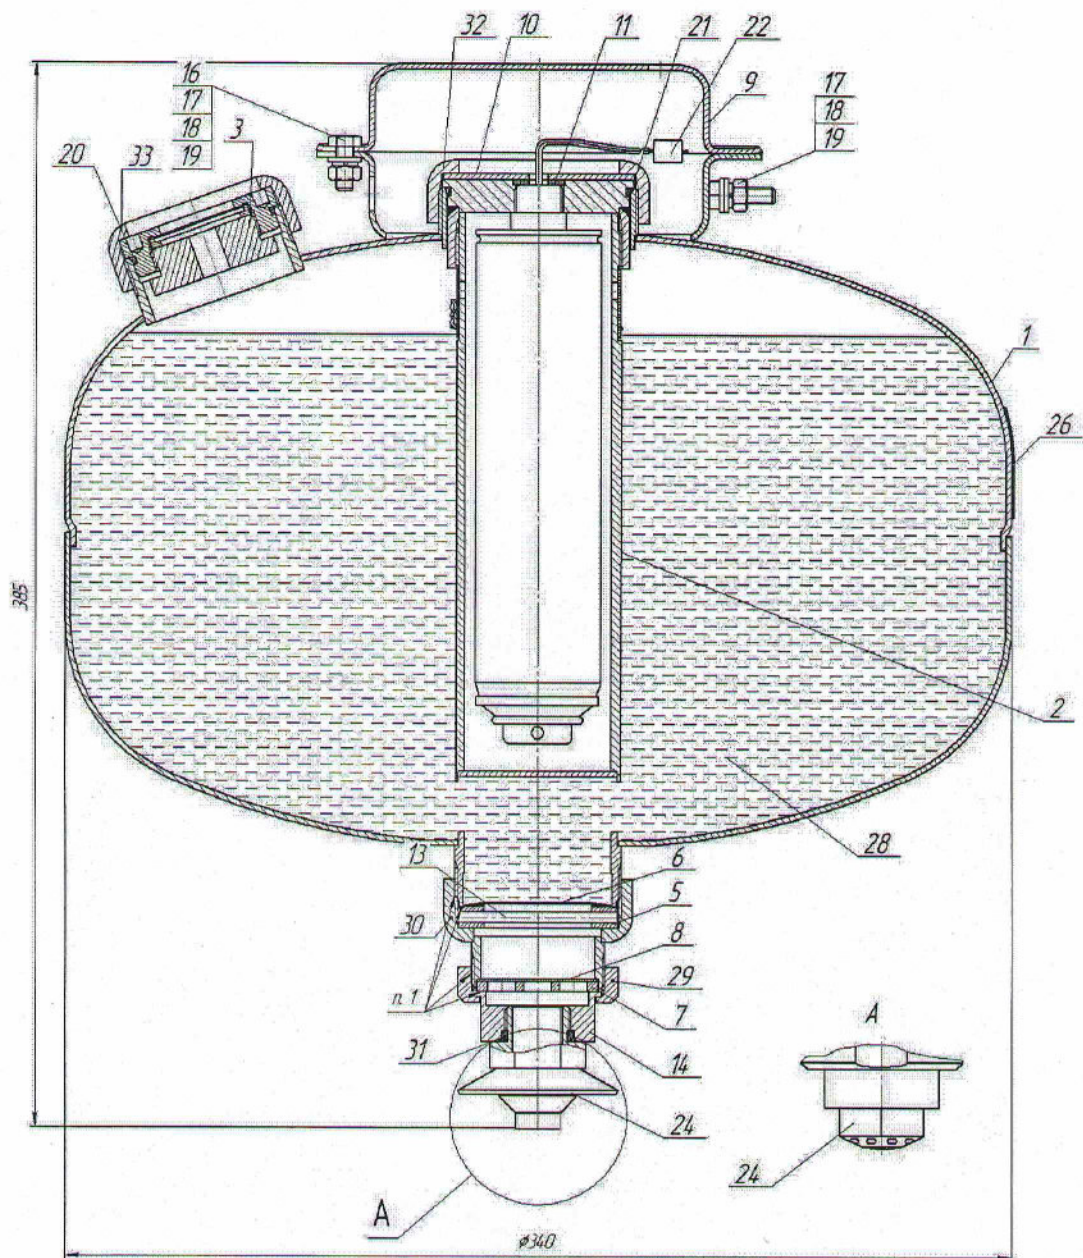
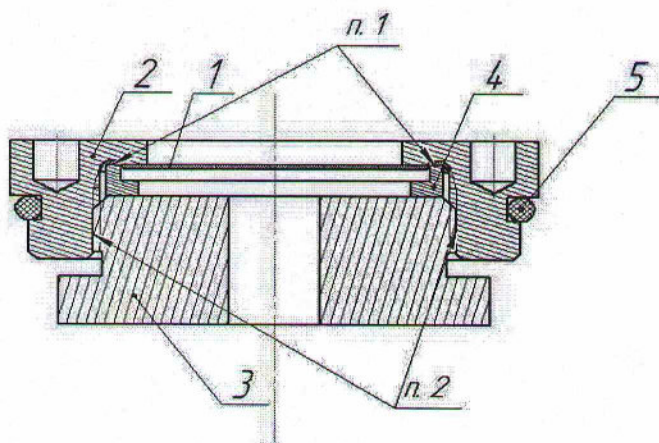

Рисунок 1
Рисунок 3
6.2.2.7 Открутить гайку 33. Извлечь предохранительный клапан 3. Устройство предохранительного клапана представлено на рисунке 3. Снять с проточки предохранительного клапана резиновое кольцо 5 (см. рисунок 3). Корпус МУПТВ извлечь из тисов.
6.4.1 При переснаряжении необходимо промыть внутреннюю поверхность корпуса МУПТВ, а также все детали которые имели непосредственных контакт с ОТВ в процессе срабатывания модуля, а именно: форсунка **24**, переходник **14**, гайка **29**, гайка в сборе **30**, решетка **7**, шайба **5**, ось **13** (см. рисунок 1 и 2). Также промывке подлежат детали предохранительного клапана: болт **3**, крышка **2**, шайба **4** (см. рисунок 3).
6.5.1 Детали МУПТВ, имеющие защитное антикоррозионное покрытие: внутренняя поверхность корпуса МУПТВ, полый конус форсунки **24**, переходник **14**, гайка **29**, решетка **7**, сетка **8**, шайба **5**, ось **13** (см. рисунки 1 и 2), а также болт **3**, крышка **2**, шайба **4** предохранительного клапана (см. рисунок 3).
6.7.1 Сборка соплового блока МУПТВ вариант исполнения 1 (см. рисунок 1)
6.7.1.3 В отверстия на боковой поверхности шайбы **5** вставить ось **13** (см. рисунок 1 и 2) таким образом, чтобы края оси не выступали за пределы шайбы.
6.9.1 Крышку 2 (см. рисунок 3) установить в специальном приспособлении или в слесарных тисах.
6.9.7 Собранный предохранительный клапан опустить в боковую горловину корпуса МУПТВ. На резьбу горловины с установленным предохранительным узлом навернуть гайку 33 (см. рисунок 1 и 2), на резьбу которой, нанесена смазка ЦИАТИМ-221 или Литол-24, или другая аналогичная смазка. Гайку закрутить «от руки» до упора.
6.11.3 Закрепить кронштейн 9 (см. рисунок 1 и 2) на потолке. Координаты отверстий в кронштейне приведены на рисунке 4.
6.11.6.3 Полученный раствор ОТВ залить в отверстие верхней горловины. Для окончательного приготовления ОТВ применительно к МУПТВ-13,5-ГЗ-ВД (t°C = -10; -30) открыть упаковку с жидкой добавкой и залить ее в отверстие верхней горловины. Установить в отверстие горловины предохранительный клапан рисунок 3. Сверху закрутить гайку до упора.